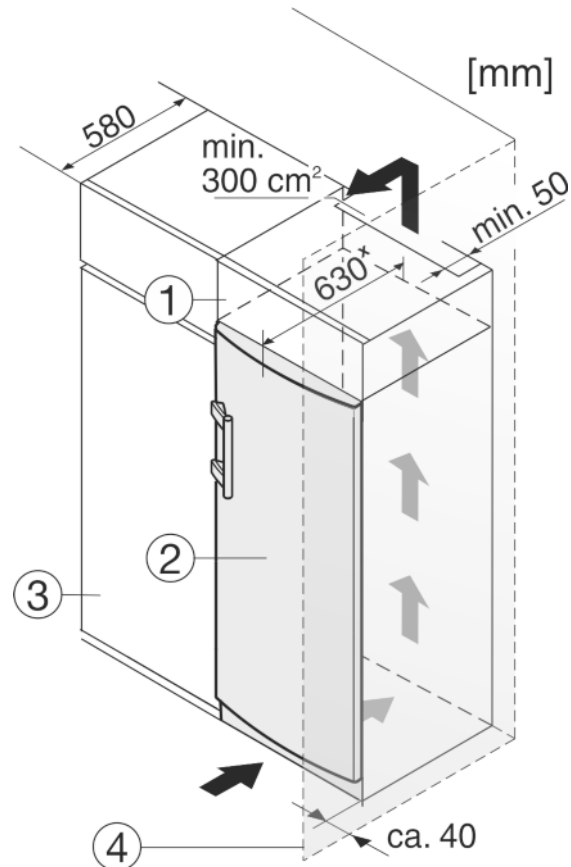

Fig. 10
(1) Rátétszekrény
(2) Berendezés
(3) Konyhaszekrény
(4) Fal
A készüléket körbe lehet építeni konyhaszekrényekkel. Rá lehet szerelni Fig. 10 (2) egy rátétszekrényt, hogy a készüléket a konyhabútorok magasságához Fig. 10 (1) igazítsa.
Ha (max. 580 mm mélységű) konyhaszekrényekkel építi körül, akkor a berendezést közvetlenül a konyhaszekrény Fig. 10 (3) mellett is felállíthatja. A készülék oldalirányban 34 mm^x, a közepétől pedig 50 mm^x távolságban nyúlik túl a konyhaszekrény előlapjához képest.
Mikor a berendezést a csuklópántokkal egy fal Fig. 10 (4) mellett állítja fel, akkor a berendezés és a fal közti távolság legalább 40 mm legyen. Ez nyitott ajtó esetén megfelel a fogantyú túlnyúlásának.